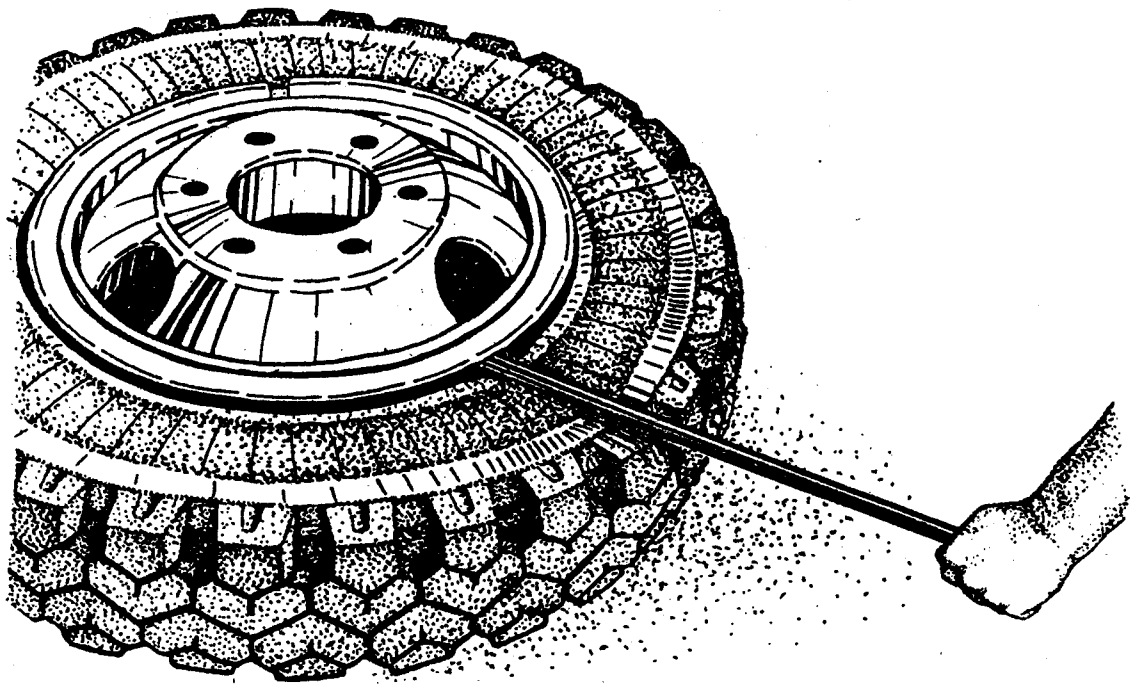

Рис. 70. Отжатие борта шины
2. Вставить вилочную лопатку между бортовым кольцом и шиной и отжать борт шины последовательно по всему периметру (рис. 70).